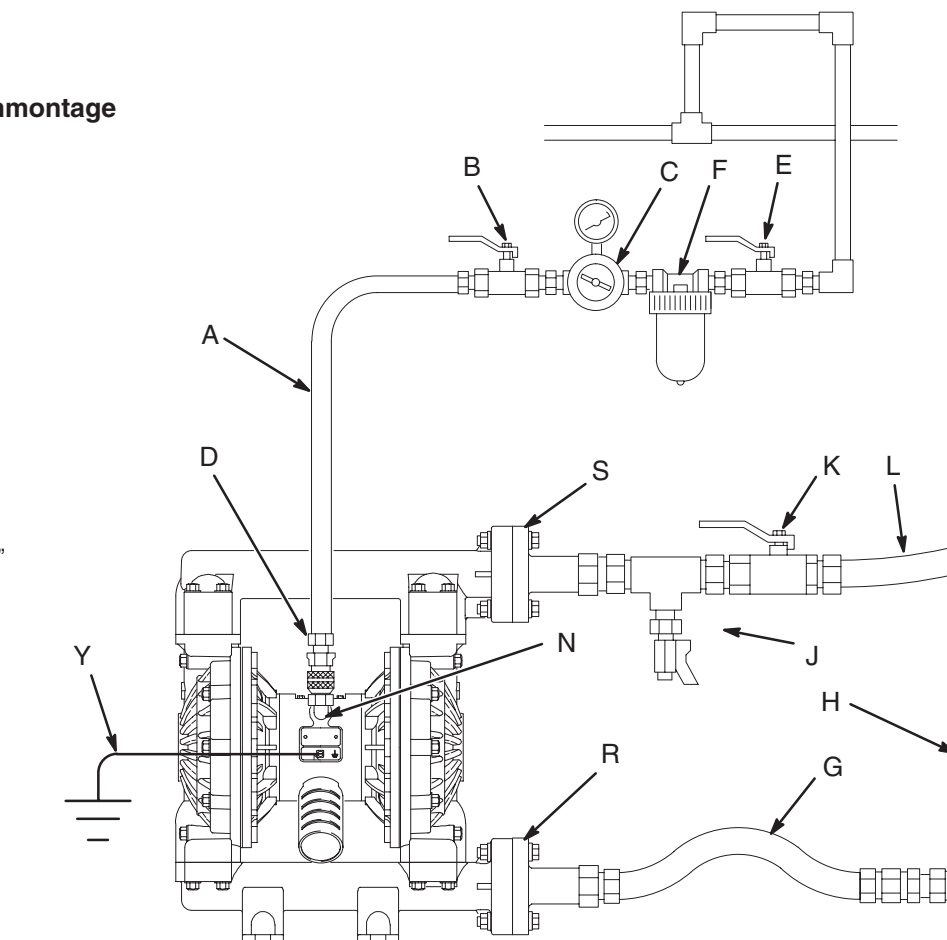

Abb. 2
- Die in Abb. 2 gezeigte typische Installation stellt nur eine Richtlinie für die Auswahl und den Einbau von Anlagenbauteilen dar. Bei der Planung einer Anlage entsprechend den Anforderungen wenden Sie sich bitte an den Graco-Händler oder an die Technische Abteilung von Graco.
In der Anlage ist ein Lufthahn (B) mit Entlastungsbohrung erforderlich, um zwischen diesem Ventil und der Pumpe eingeschlossene Luft abzulassen. Eingeschlossene Luft kann zu unerwartetem Anlaufen der Pumpe führen, was schwere Verletzungen zur Folge haben könnte, einschließlich Spritzern in die Augen oder auf die Haut, Verletzungen durch bewegliche Teile und Vergiftung durch gefährliche Materialien. Siehe Abb. 2.
1. Luftleitung wie in Abb. 2 gezeigt befestigen. Diese Zubehörteile an der Wand oder an einer Halterung befestigen. Sicherstellen, daß die Luftzuleitung zu den Zubehörteilen elektrisch leitend ist.
- a. Zur Steuerung des Materialdrucks einen Luftregler (C) mit Anzeige einbauen. Der Material-Ausgangsdruck ist der gleiche wie die Einstellung des Luftreglers.
- b. Einen Lufthahn (B) mit Entlastungsbohrung in Pumpennähe einbauen und zum Ablassen eingeschlossener Luft verwenden. Siehe die nebenstehende **WARNUNG**. Einen weiteren Kugelhahn (E) vor allen anderen Zubehörteilen in die Luftleitung einbauen und diesen bei Reinigung und Reparaturen verwenden.
- c. Der Luftfilter (F) entfernt schädlichen Schmutz und Feuchtigkeit aus der Versorgungsdruckluft.
2. Einen elektrisch leitenden, biegsamen Luftschauch (A) zwischen die Zubehörteile und den 1/2" NPT(i) Luftenlaß (N) an der Pumpe einbauen. Siehe Abb. 2. Luftschauch mit mindestens 13 mm (1/2") Innendurchmesser verwenden.
3. Luftschnellkupplung (D) an das Ende des Luftschauches (A) anschließen; Kupplungsöffnung muß groß genug sein, um den Luftfluß nicht zu behindern, da dies die Pumpenleistung beeinträchtigen würde. Passenden Nippel satt in den Luftenlaß der Pumpe einschrauben. Kupplung (D) erst bei Inbetriebnahme der Pumpe mit dem Nippel verbinden.
SCHEMA FÜR ABB. 2
Es ist ein Druckentlastungsventil (J) erforderlich, um den Druck im Schlauch im angeschlossenen Zustand zu entlasten. Dieses Ventil verringert die Gefahr schwerer Verletzungen beim Druckentlasten, einschließlich Spritzern in die Augen oder auf die Haut oder Vergiftung durch gefährliche Materialien. Das Ventil in der Nähe der Materialauslaßöffnung an der Pumpe einbauen. Siehe Abb. 2.
1. Der Flüssigkeits-Auslaß (S) hat einen Flanschanschluß von 1-1/2". Siehe Abschnitt **Flanschanschlüsse** auf Seite 8.
2. In der Nähe der Material-Auslaßöffnung ein Materialablaßventil (J) einbauen. Siehe **WARNUNG** oben.
3. In die Materialauslaßleitung ein Startventil (K) einbauen.